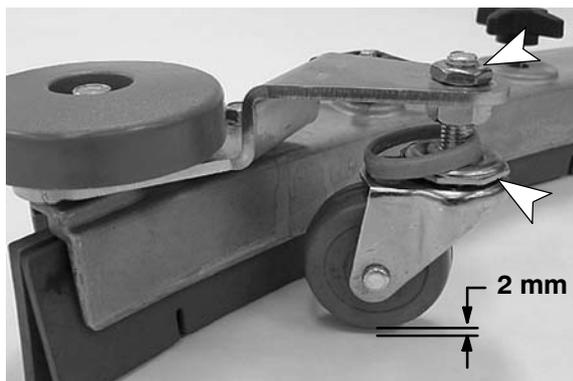

ABB. 61
- Um die richtige Einstellung der Wischgummi-Einheit zu prüfen, bauen Sie die Wischgummi-Einheit aus der Maschine aus und legen Sie sie auf eine ebene Fläche. Messen Sie den Abstand zwischen den Rollen und der Oberfläche. Dieser muss etwa 2 mm betragen (Abbildung 61).
- Um die Höhe der Rollen einzustellen, lösen Sie die obere Mutter und entfernen Sie das Kunststoff-Lagerkappe, um an die Einstellmutter zu gelangen. Drehen Sie die Einstellmutter, bis die Einstellung korrekt ist (Abbildung 61). Nach dem Einstellen ziehen Sie die obere Mutter wieder an und bringen Sie die Kunststoffkappe wieder an. Wiederholen Sie diesen Schritt für die anderen Rollen.